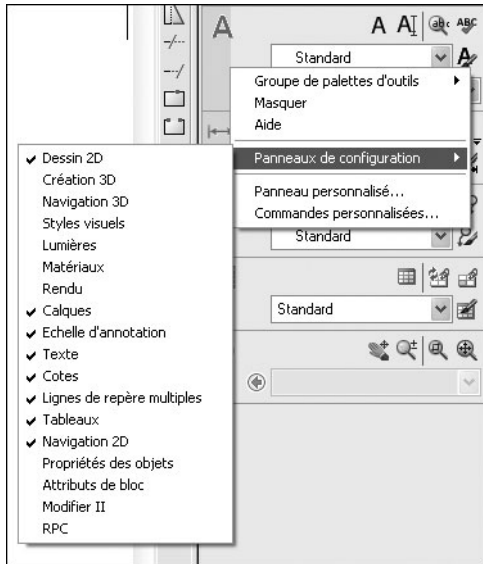

Fig.1.40
- Pour définir les panneaux de configuration que vous souhaitez afficher, cliquez avec le bouton droit de la souris sur le tableau de bord. Puis sélectionnez ou désélectionnez le nom des panneaux de configuration dans le menu contextuel (fig.1.40).